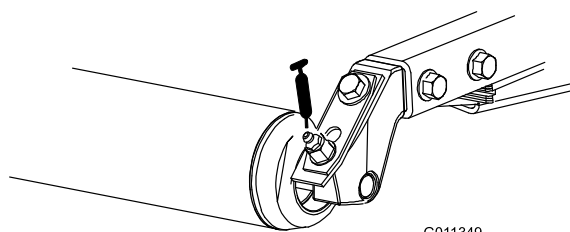

Figure 46
- Roulements de rouleur arrière (2 par tablier de coupe) (Figure 46)